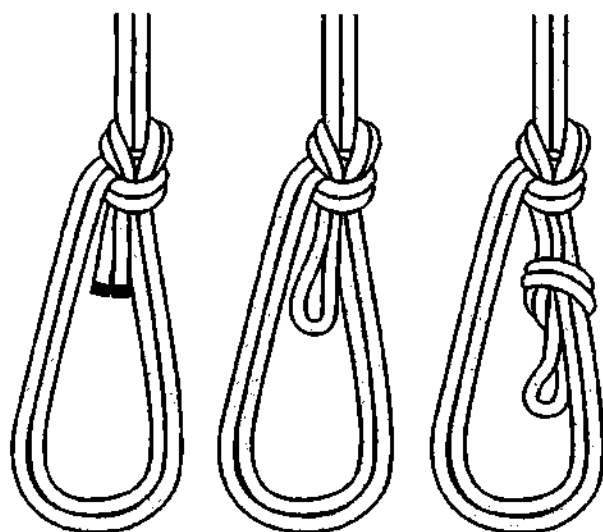

Рис. 492. **Беседочный узел**, связанный сдвоенной верёвкой, имеет две рабочие петли.
**Беседочный узел**, завязанный сдвоенной верёвкой, не следует путать с **двойным булинем** (рис. 492). У **беседочного узла**, завязанного сдвоенной верёвкой, петелька ходового конца тоже может работать в качестве рабочей (третьей) петли (рис. 495).